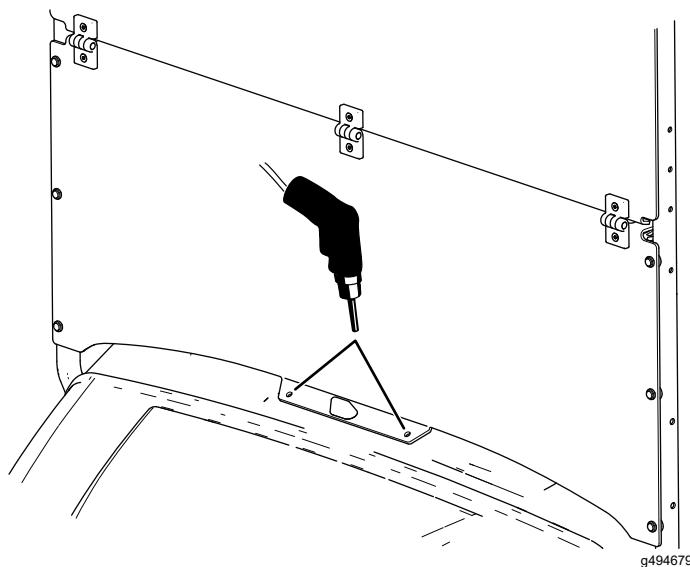

Figura 9
- Usando el parabrisas como plantilla, perforo 2 taladros (8 mm) en el salpicadero (Figura 9).